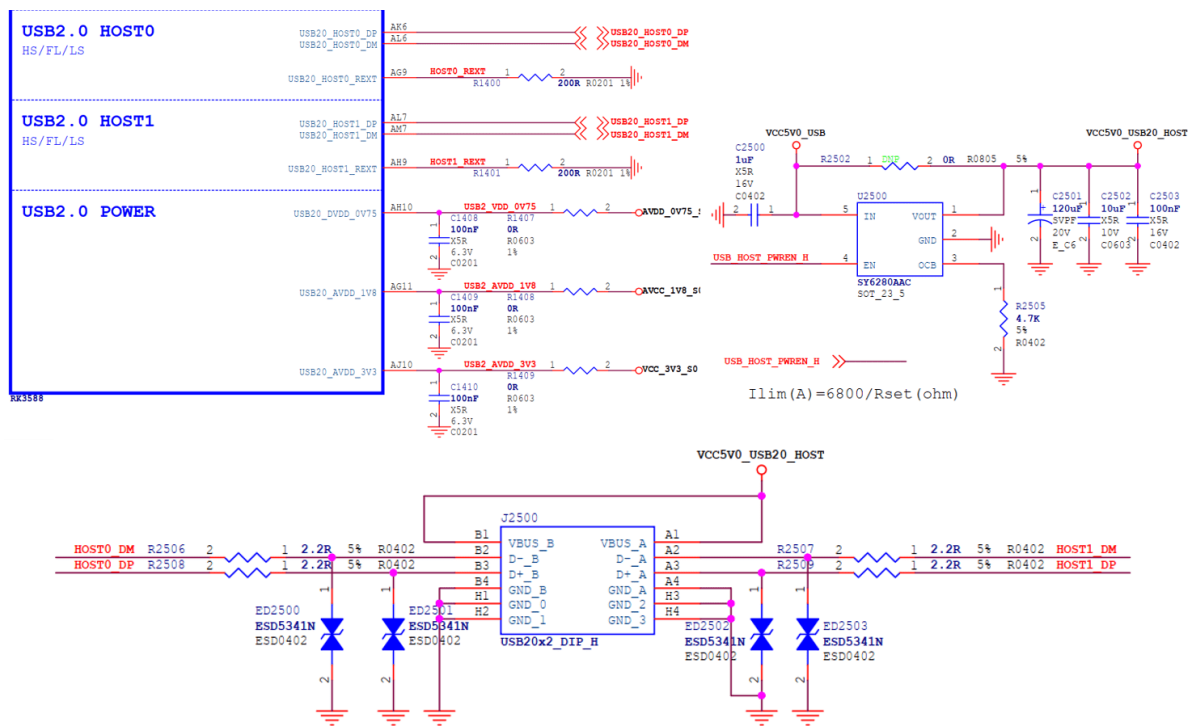

图 26 RK3588 Type-A USB 2.0 HOST 电路
1. USB 2.0 HOST0/1 共用 VBUS 供电电源 (VCC5V0\_USB20\_HOST)，由 GPIO 控制稳压芯片 SY6280AAC 输出 VBUS。最大输出电流由稳压芯片的 OCB pin 连接的电阻决定，最大电流  $I_{lim}(A) = 6800/R_{set}(ohm)$ ，如下图 26 所示，VBUS 输出限流为 1.45A；